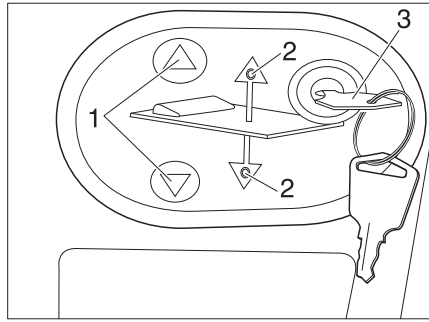

Fig. 162 Panneau de commande pour le lit escamotable électrique
- Insérer la clé (Fig. 162,3) dans le panneau de commande (Fig. 162,2).
- Appuyer sur la touche  ou  (Fig. 162,1) et la maintenir enfoncée. La DEL respective (Fig. 162,2) s'allume et le lit escamotable s'abaisse ou se lève.
- Lorsque la position désirée est atteinte, relâcher la touche  ou  (Fig. 162,1). La DEL respective (Fig. 162,2) s'éteint.
- Retirer la clé (Fig. 162,3).